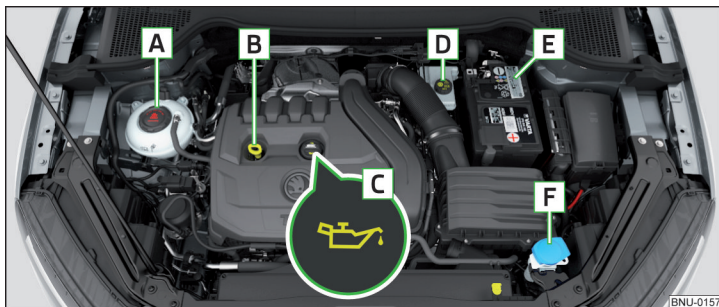

Fig. 302 Ejemplo de orden en el vano motor
- Desenrosque el tapón de la boca de llenado de aceite de motor **C** » fig. 302 de la pág. 280.